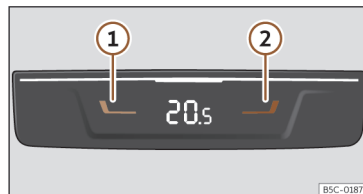

Fig. 116 Na parte traseira da consola central: comandos para os lugares traseiros.
• Pressione os botões **1** e **2** >>> **Fig. 116** para ajustar a temperatura da zona posterior.